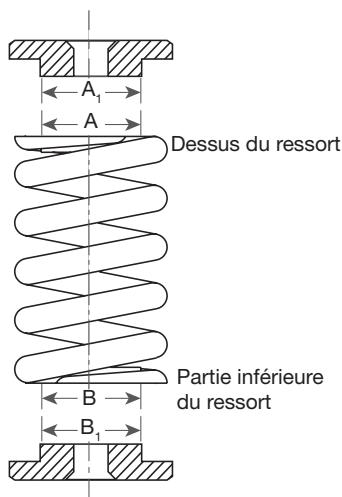

Figure 34 : Tolérance admissible du ressort
- Le jeu maximum entre A et A_1 , et entre B et B_1 (voir la Figure 34) est supérieur à :